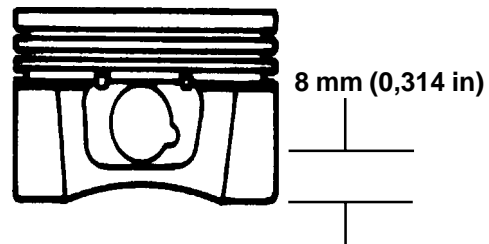

Figura 9-3. Medición del diámetro del pistón.
1. Con un micrómetro, haga una medición del diámetro del pistón a una altura perpendicular al bulón del pistón, de **8 mm (0,314 in)** medidos desde la parte inferior de la camisa del pistón como se indica en la Figura 9-3.